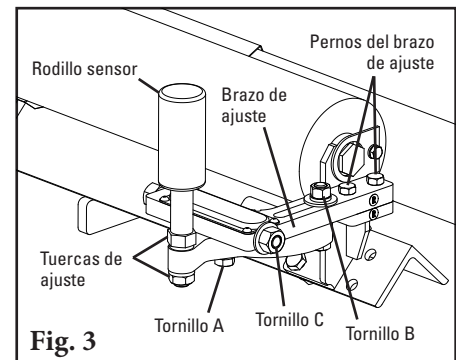

Fig. 3
4. **Levante la banda** aproximadamente 3" (75mm) donde se instalará el alineador (Fig. 3).
4. **Ajuste los rodillos sensores** para que estén a 3/4" (19mm) de la banda en cada lado. Ajuste al aflojar los tornillos "A" y "B", luego gire los tornillos "C" (Fig. 3 & 3a).
4. Ajuste los rodillos sensores para que estén a $3/4"$ (19mm) de la banda en cada lado. Ajuste al girar los tornillos "C" (Fig. 3).